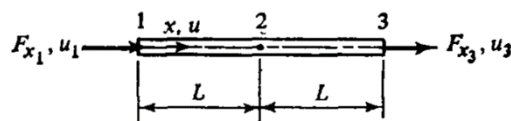

Рис. P2.11.
11. На рис. P2.11 приведена матрица жесткости трехузлового стержневого элемента. Осуществите конденсацию этого представления и получите систему уравнений жесткости для u_1 и u_3 .